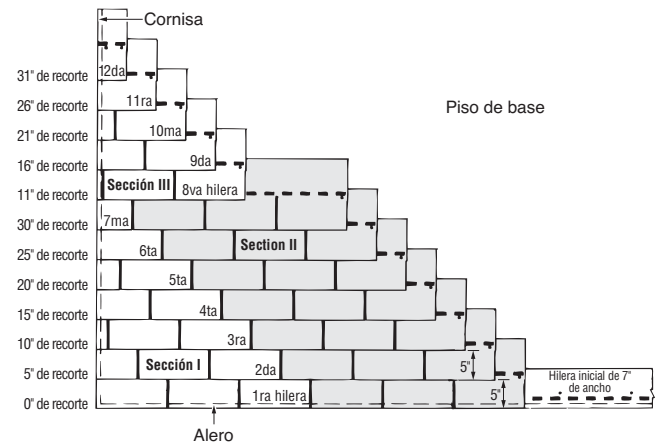

Figura 10-9: Método de instalación diagonal escalonado de cinco pulgadas
1. Comience la segunda hilera cortando 5" (125 mm) del extremo izquierdo de una teja y aplicando una pieza de 31" (787 mm) sobre la teja de la primera hilera, al ras con el borde izquierdo de la teja de la primera hilera y exponiendo 5" (125 mm) la primera hilera (Figura 10-9).
3. Coloque la "Sección II" como lo indica la Figura 10-9 utilizando tejas completas contra las siete hileras de la "Sección I." Esto debe hacerse antes de continuar con las hileras 8 a 12 ("Sección III"). Estas tejas de la "Sección II" se deben instalar a tope contra las tejas de la "Sección I" que comenzaron las hileras uno a siete. Ajuste todas las tejas de forma normal.
1. Comience la octava hilera cortando 11" (279 mm) del extremo izquierdo de una teja y aplicando una pieza de 25" (635 mm) sobre la teja de la séptima hilera, al ras con el borde izquierdo de la teja de la séptima hilera, y exponiendo 5" (125 mm) la séptima hilera (Figura 10-9).